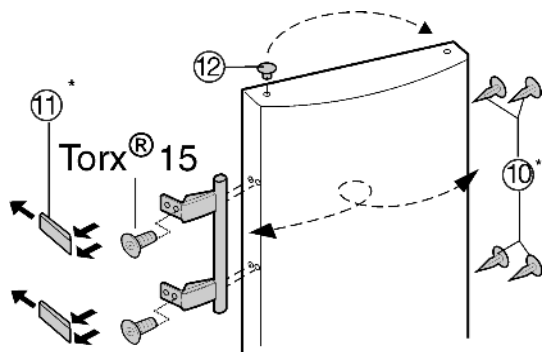

Fig. 6
- Zátky Fig. 6 (12) vyjměte z pouzdra ložisek dveří a přemístěte je.
- Madlo dveří, zátky Fig. 6 (10) a krycí destičky Fig. 6 (11) odmontujte a přemontujte na protější stranu.